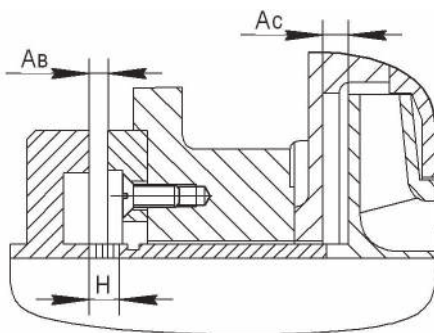

Рис.2.5 Ротор смещен в сторону всасывания.
14. Сдвинуть ротор насоса в сторону всасывания до отказа и измерить расстояние  $A_b$  между кольцом гидравлической пяты 19 и диском гидравлической пяты 18 (рис.2.5).